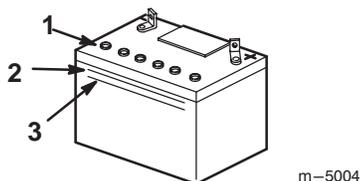

Figure 17
2. Observez le côté de la batterie. Le niveau de l'électrolyte doit atteindre le trait supérieur (Fig. 17). Ne laissez pas l'électrolyte descendre en dessous du trait inférieur (Fig. 17).
3. Enlevez les bouchons d'aération de la batterie (Fig. 17).
4. Versez de l'eau distillée avec précaution dans chaque élément jusqu'au repère supérieur (Fig. 17) sur le côté de la batterie.
5. Attendez cinq à dix minutes après avoir rempli les éléments. Ajoutez de l'eau distillée au besoin, pour amener le niveau au repère supérieur (Fig. 17) sur le côté de la batterie.